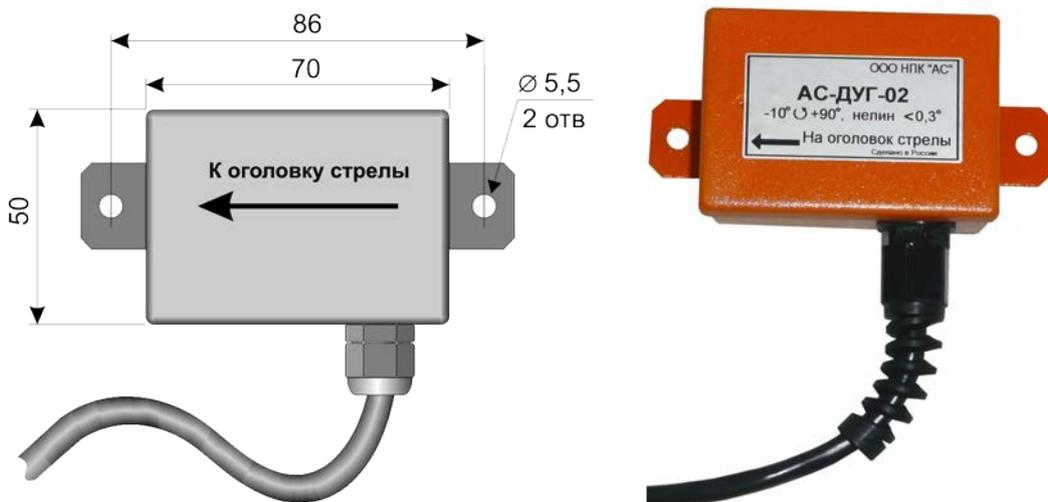

Рис. 6
6.6. Датчик угла наклона, Рис.6, представляет собой электронный потенциометр, приводимый в действие силой гравитации и преобразующий угол наклона в электрический сигнал. В стреловом исполнении устанавливается один датчик угла - сбоку на корневой секции стрелы, в башенном исполнении устанавливаются два датчика угла: один датчик - сбоку на корневой секции стрелы, а второй - сбоку на корневой секции маневрового гуська, рис.1.